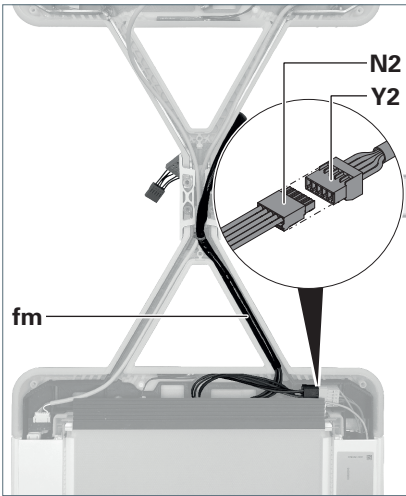

Fig. 19: Versorgungsleitung anschließen.
9. Legen Sie die Versorgungsleitung **fm** des Litzensatzes in den Tragarm des Leuchtenkopfs 2, siehe Fig. 19.